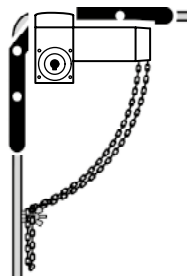

Рисунок 10
- Цепь должна свисать свободно, не должна быть натянута (рис. 10).